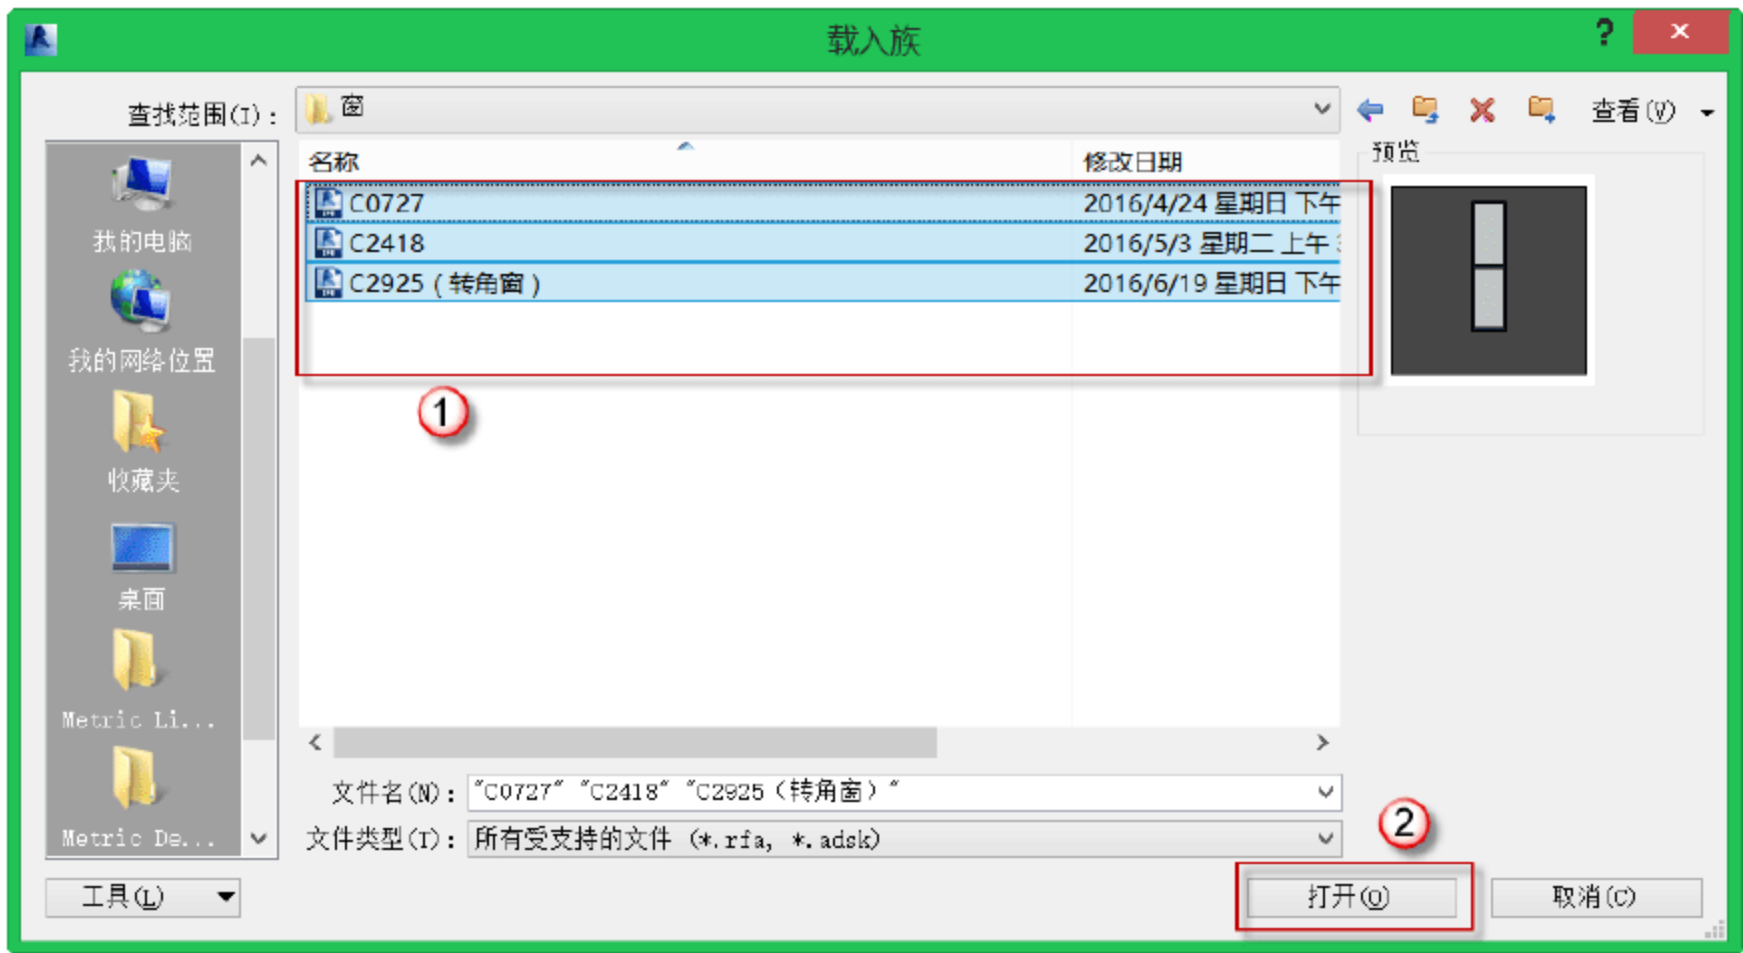

图 10.4.34 载入窗族
(1) 载入窗族。选择“插入”→“载入族”命令，在弹出的对话框中找到对应的“窗族”文件位置，按 Ctrl++键，选中所有的“窗族”，单击“打开”按钮，如图 10.4.34 所示。